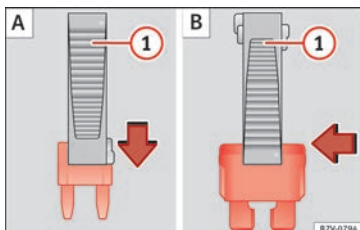

Fig. 61 Extraer o colocar un fusible.
- *Fusibles pequeños*: encaje la pinza desde arriba » **fig. 61 A**.
- *Fusibles mayores*: desplace la pinza lateralmente sobre el fusible » **fig. 61 B**.